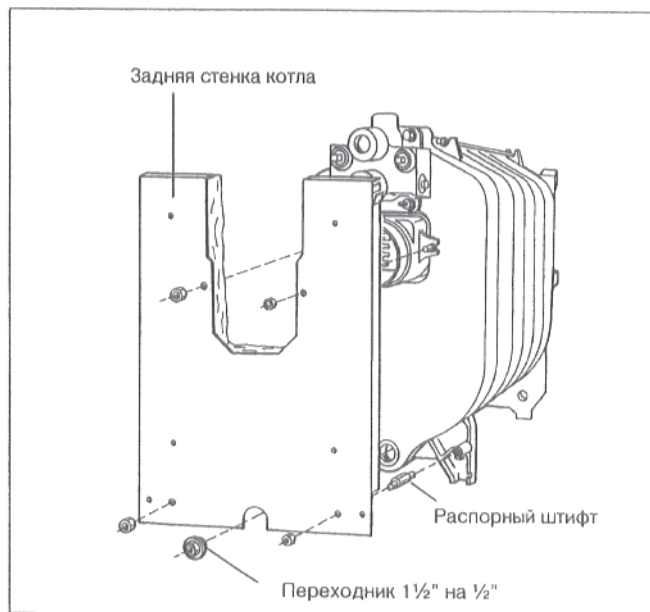

рис. 17
- Вставить заднюю стенку котла вверху на две резьбовые шпильки и внизу на распорные штифты и привинтить с помощью гаек (рис. 17).
- Вставить герметично кран наполнения и опорожнения котла в переходник 1½" на ½" (рис. 17).